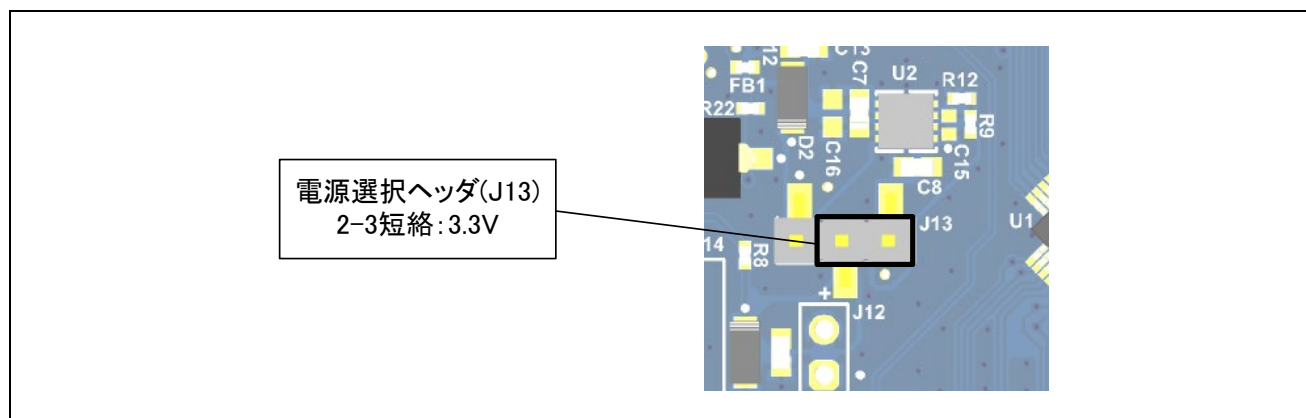

図 5-3 3.3V 使用時のヘッダ設定
- ・ J13 2-3 短絡 : 3.3V 電源を選択 (図 5-3)